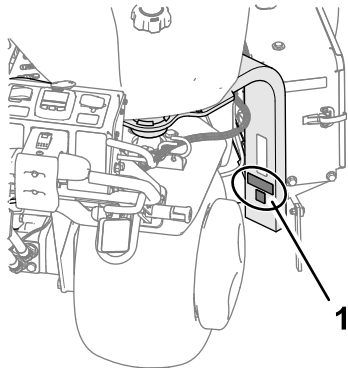

Figura 19
2. Pulite lo stelo della forcella con dell'alcool come mostrato nella Figura 19 e lasciate asciugare la superficie.
3. Applicare l'adesivo CE e l'adesivo dell'anno di produzione allo stelo della forcella (Figura 19).